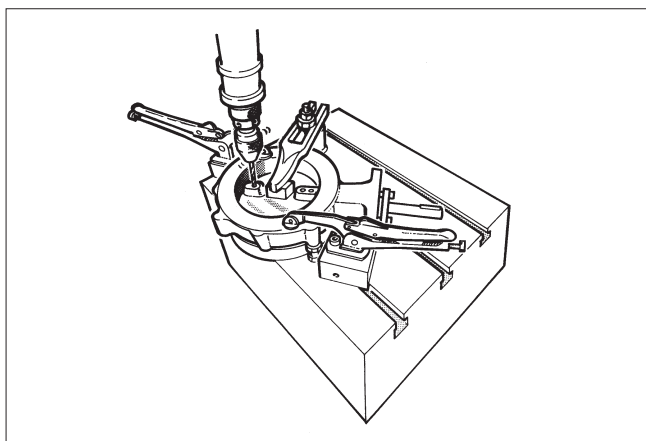

Bild 14 Borring av pinnarna
- Ta bort flänsringen (2) och sätesringen (4) enligt avsnitt 5.4.
- Placera ventilen vågrätt på ett stadigt underlag med spjällets flata sida nedåt (se bild 14).
- Borra hålen försiktigt till mitten av pinnarna (14). Välj ett borr vars diameter är 0,2–0,5 mm mindre än pinnens diameter.